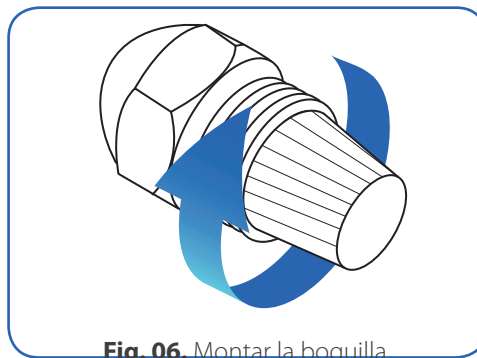

Fig. 06. Montar la boquilla.
- Montar la boquilla interiormente y su filtro. No olvidar ningún componente y apretarlos correctamente. (Fig. 06)